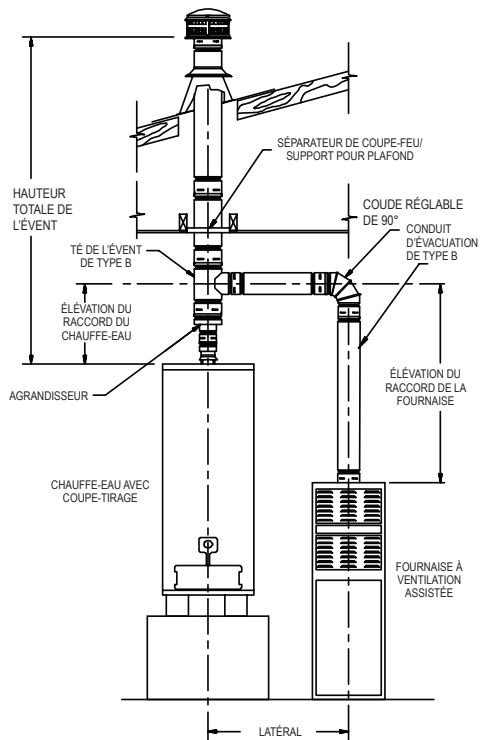

Figure 2
**8. Tés et raccords en Y.** Les tés et les raccords en Y sont utilisés pour combiner les connecteurs de 2 appareils ou plus dans un évent commun, comme le montrent les **figures 2 et 3**. Un té doit être utilisé dans une application traversant le mur (**figure 11**), car il est muni d'un bouchon de té amovible (disponible séparément) fixé à la base. Ce bouchon de té peut être retiré lors de l'inspection du système ou pour permettre le nettoyage des débris ou des condensats collectés dans l'évent commun. Des sangles murales doivent être utilisées pour soutenir le conduit vertical afin d'assurer une installation solide. Des sangles murales sont nécessaires tous les quatre pieds (1,22 m).